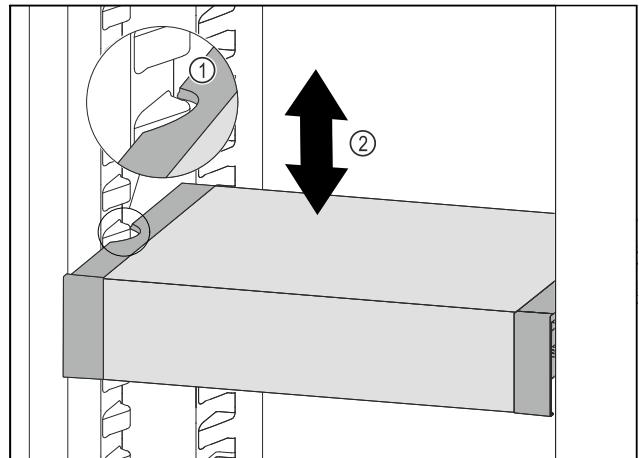

Fig. 130
► VarioSafe nach vorne ziehen, bis sich die seitlichen Aussparungen des VarioSafes auf Höhe der Behälterrippe im Kühlteil befinden. Fig. 130 (1)
► VarioSafe im Kühlteil nach oben oder unten bewegen, bis gewünschte Höhe erreicht ist. Fig. 130 (2)